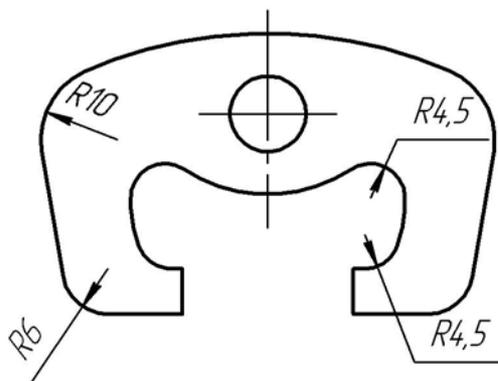

Рис. 23
Выполните скругление контура детали **Скоба** радиусами дугами по размерам, указанными на примере выполнения (рис.23).
3. Последовательно укажите курсором дугу и отрезок, между которыми необходимо построить скругление радиусом 10 мм (рис. 23)